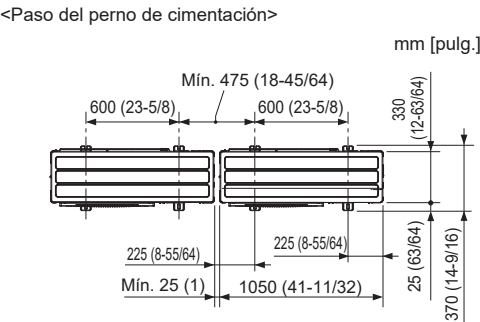

Fig. 3-1
- Cercirese de instalar la unidad en una superficie robusta y nivelada para evitar los ruidos de traqueteo durante la operacin. (Fig. 3-1)